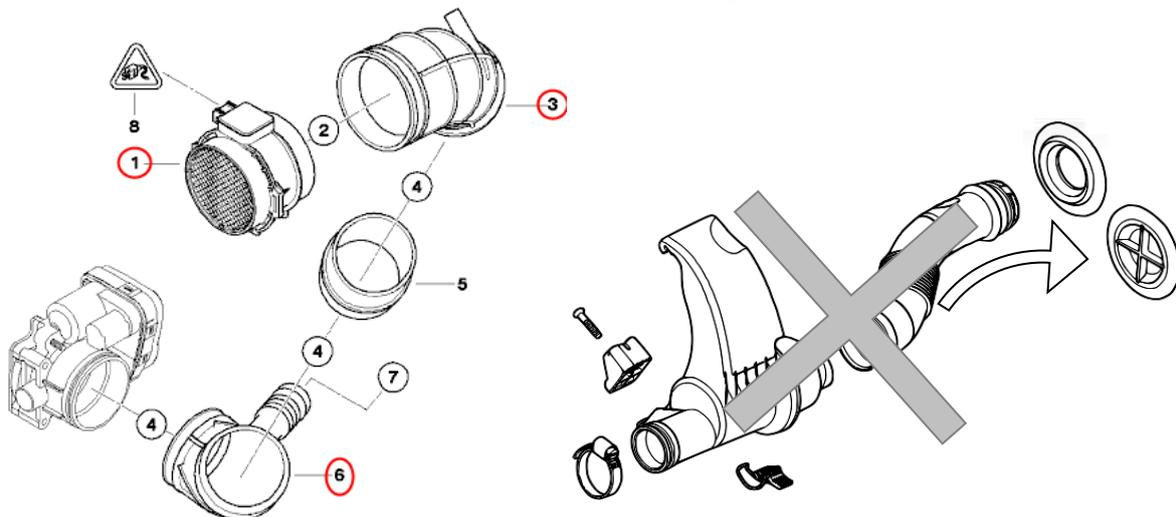
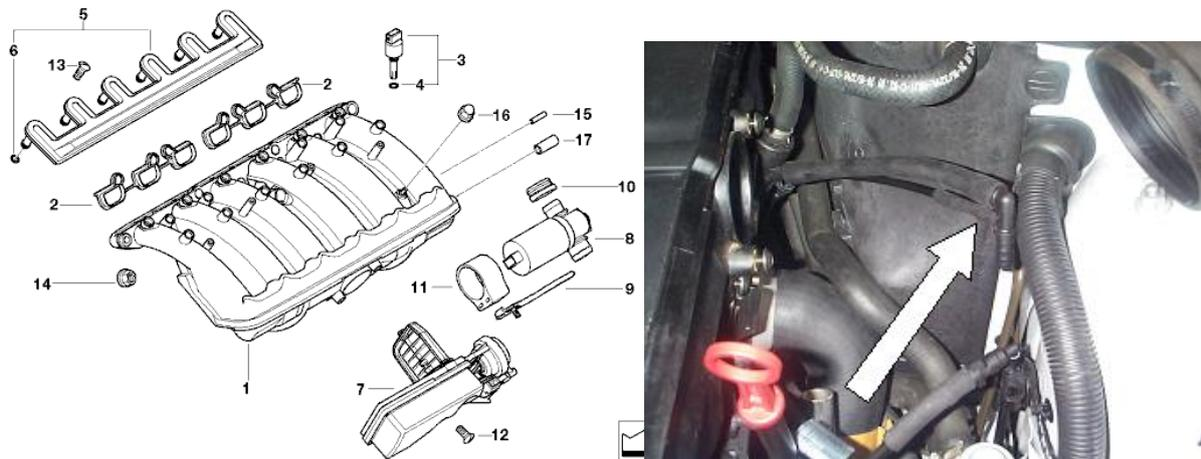
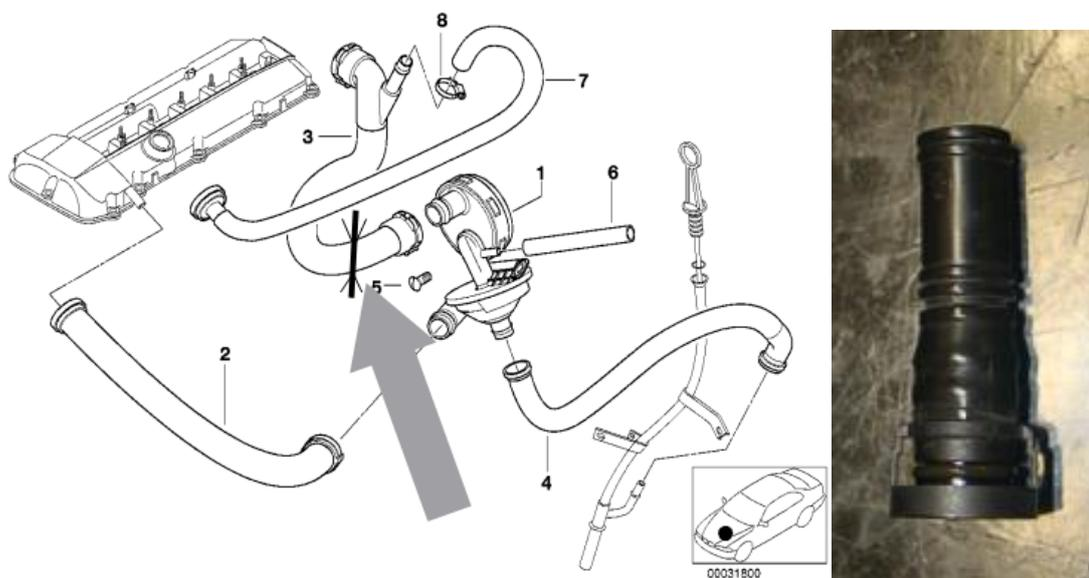
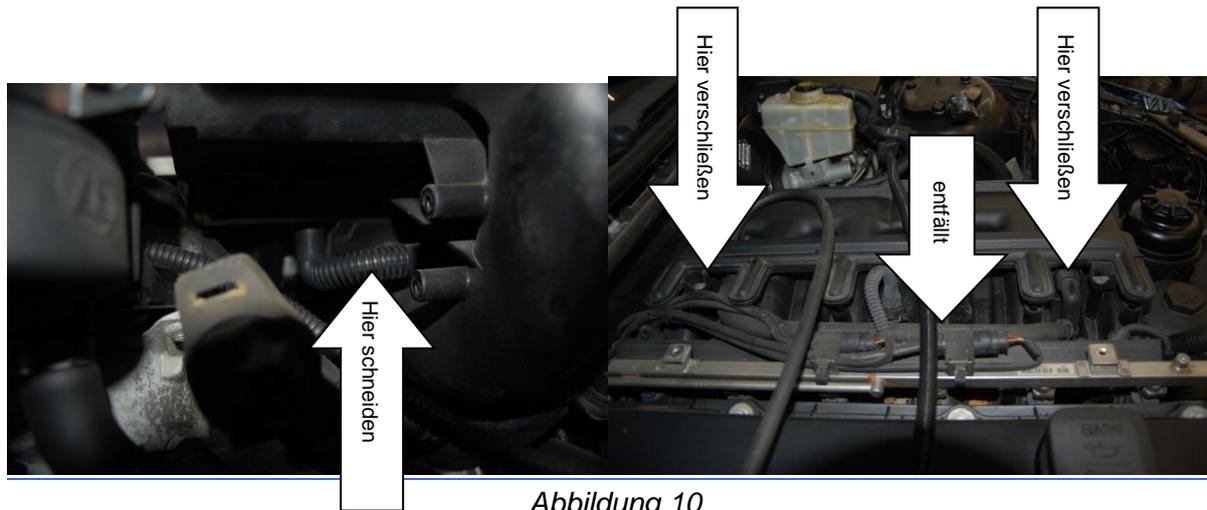

Abbildung 3
Abbildung 8
Abbildung 9
Abbildung 10
5. Demontage Luftmassenmesser (Abb. 3; Pos.1). Nur E85 (Z4) 3,0l: Der eingebaute Soundgenerator entfällt. Die Öffnung zum Innenraum wird mit beiliegender Kappe verschlossen.
6. Demontage Gummischläuche und Schlauchschellen (Abb. 3, Pos. 3 und 6) . Bauteile werden nicht mehr benötigt. Eingesteckter Schlauch an Pos. 3 abziehen. Dieser wird später bei Abb.8 benötigt.
7. Saugrohrumschaltung (Abb. 8, Pos. 7) und Leerlaufsteller (Abb. 8, Pos. 8) abstecken und Demontage
8. Drosselklappe (Abb. 3, Pos. 4) abstecken und demontieren
18. Verschlussstopfen Innendurchmesser 3,5mm an Saugbrücke abziehen (auf Abb. 8. Pos. 15, dieses Bauteil entfällt). Ansteuerungsschlauch am Benzindruckregler von Kraftstofffilter kommend abziehen und bei Bedarf auf Länge 230mm kürzen. Diese Leitung auf den freien 3,5mm Anschluss der Saugbrücke aufstecken. Je nach Baujahr des Fahrzeugs und Hubraum sind alle Anschlüsse an der Saugbrücke belegt. In diesem Fall muss der beigelegte T-Verbinder verwendet werden.
19. Die Leitung (Abb.9, Pos. 7) ausbauen und am Saugrohr zwischen Zylinder 5 und 6 mit dem beiliegenden Stopfen verschließen (siehe P341-53-05 und Abb. 10).
20. Das Kunststoffrohr Kurbelgehäuseentlüftung (Abb. 9, Pos. 3) ausbauen. Dazu den Schlauch (Pos. 3) zwischen Saugrohr (Abb. 8, Pos. 1) und Ölabscheider (Abb. 9, Pos.1) bei der Markierung (Pfeil) schneiden.
34. Zuerst Ölmesstab herausziehen und anschließend Messrohr ausbauen. Dabei kann der Schlauch von Ölabscheider zum Ölmesrohr (Abb. 9, Pos. 4) abgesteckt werden um die Demontage zu erleichtern